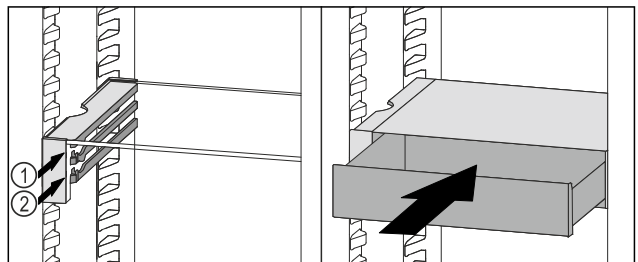

Fig. 90
- ▶ VarioSafe-Schubfach hinter den Stopperrn auf gewünschter Rippe Fig. 90 (1) oder Fig. 90 (2) aufsetzen.